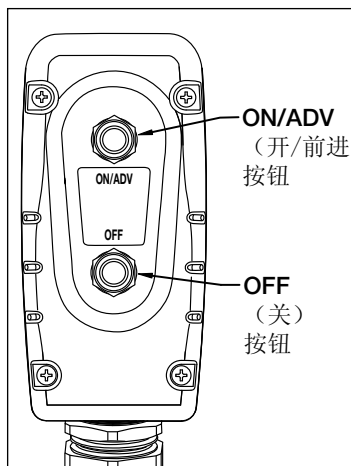

图 6，悬吊开关按钮
参见图 6
1. 要启动泵，请按下悬吊开关上的“ON/ADV（开/前进）”按钮。请参见图 6。电机将自动启动，且扳手将开始推进。只要按住此按钮，扳手就会一直前进。压力表将显示前进管路中的压力。